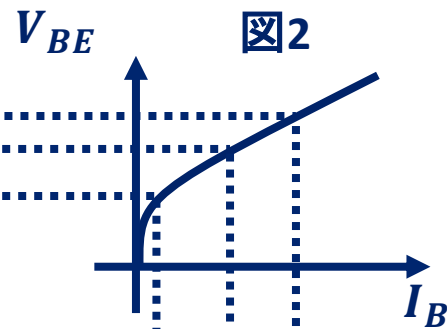
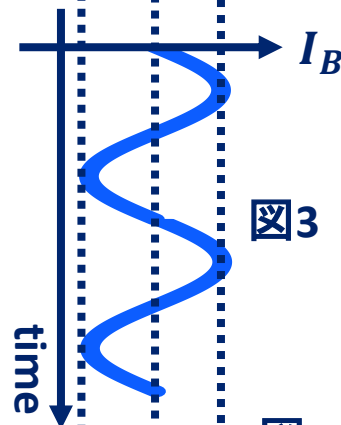

図2
図3
2. V_{BE} - I_B 特性 (図2) に従って I_B が変化 (図3)